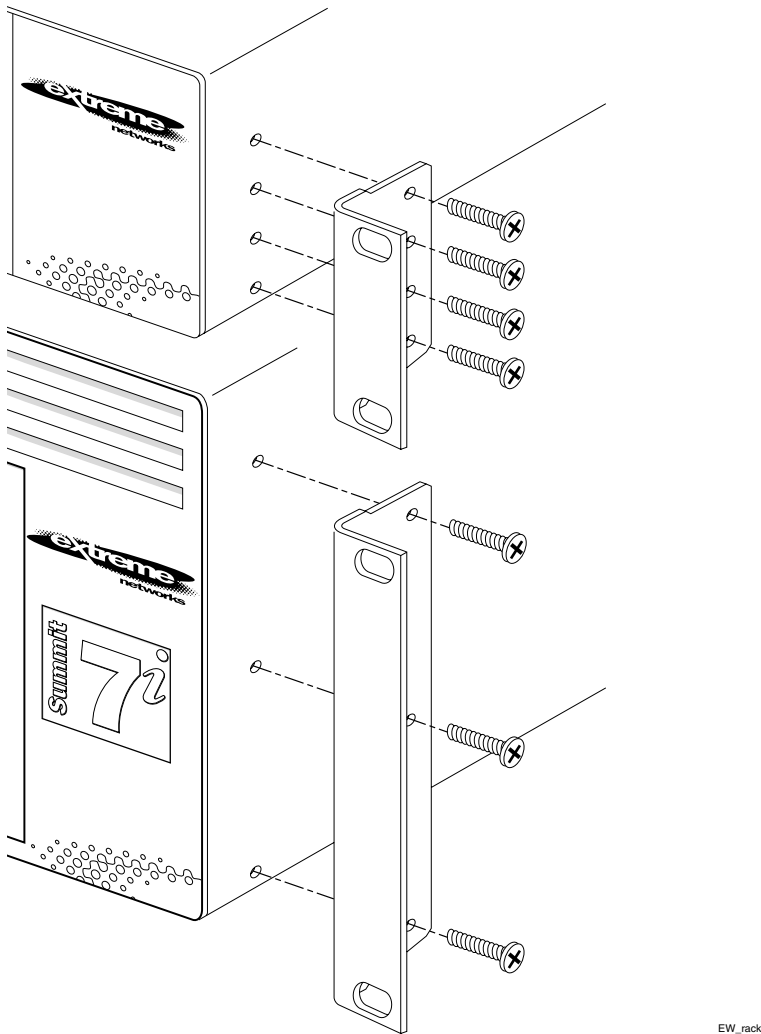

Figura 2-2: Ajuste de la abrazadera del montaje
- 5 Inserte los tornillos y apriételos con un destornillador apropiado, como se muestra en la Figura 2-2